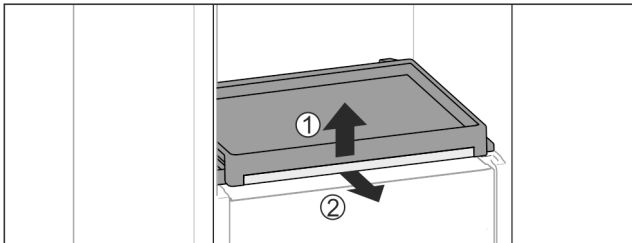

Fig. 49
- ▶ Auszugsbord mit Glasplatte entnehmen: Glasplatte vorne leicht anheben Fig. 49 (1) und nach vorne herausziehen Fig. 49 (2).